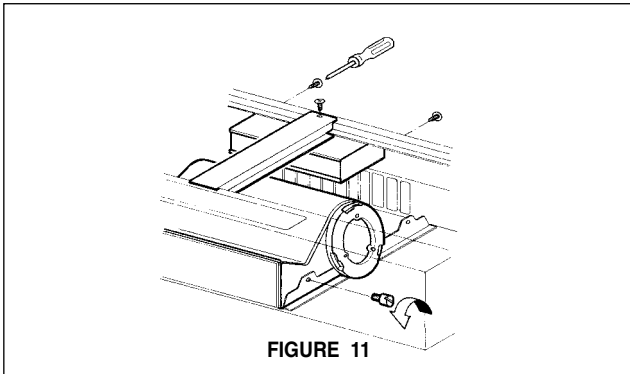

FIGURE 11
4. Retirer le support central et la boîte de contrôle en enlevant les vis tel qu'il est indiqué à la **FIGURE 11**. Il n'est pas nécessaire de retirer le ventilateur.
1. Retirer les deux filtres pour la graisse, le support central et la boîte de contrôle. Enlever les deux écrous à oreilles de chaque côté du ventilateur et retirer le ventilateur des guides de montage tel qu'il est indiqué à la **FIGURE 11**.